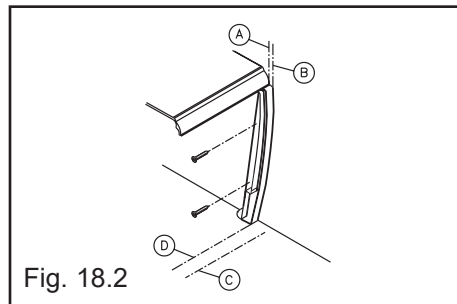

Fig. 18.2
Align the apron extension with line B and slide the extension towards the interior up to line D. Once the extension is aligned, attach it to the wall using the screws included. Fig. 18.2.
Aligner l'extension du tablier avec la ligne (B) et faire glisser l'extension vers l'intérieur jusqu'à la ligne D. Une fois l'extension alignée, la fixer au mur avec les vis incluses. Fig. 18.2.
Alinear la extensión del faldón con la línea (B) y deslizar la extensión hasta la línea D hacia el interior. Cuando la extensión quede alineada, fijarla a la pared con los tornillos suministrados. Fig. 18.2.